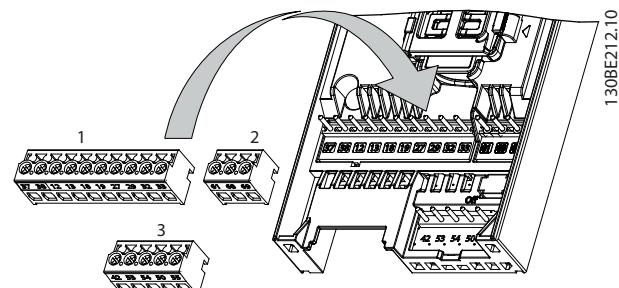

Bild 4.8 Styrplintsplatser
*Bild 4.8* visar frekvensomvirkarens borttagningsbara kabelförskruvningar. Plintfunktionerna och fabriksinställningarna sammanfattas i *Tabell 4.1* och *Tabell 4.2*.
Det går att koppla bort styrplintsanslutningarna från frekvensomriktaren för att underlätta installationen (se Bild 4.8).